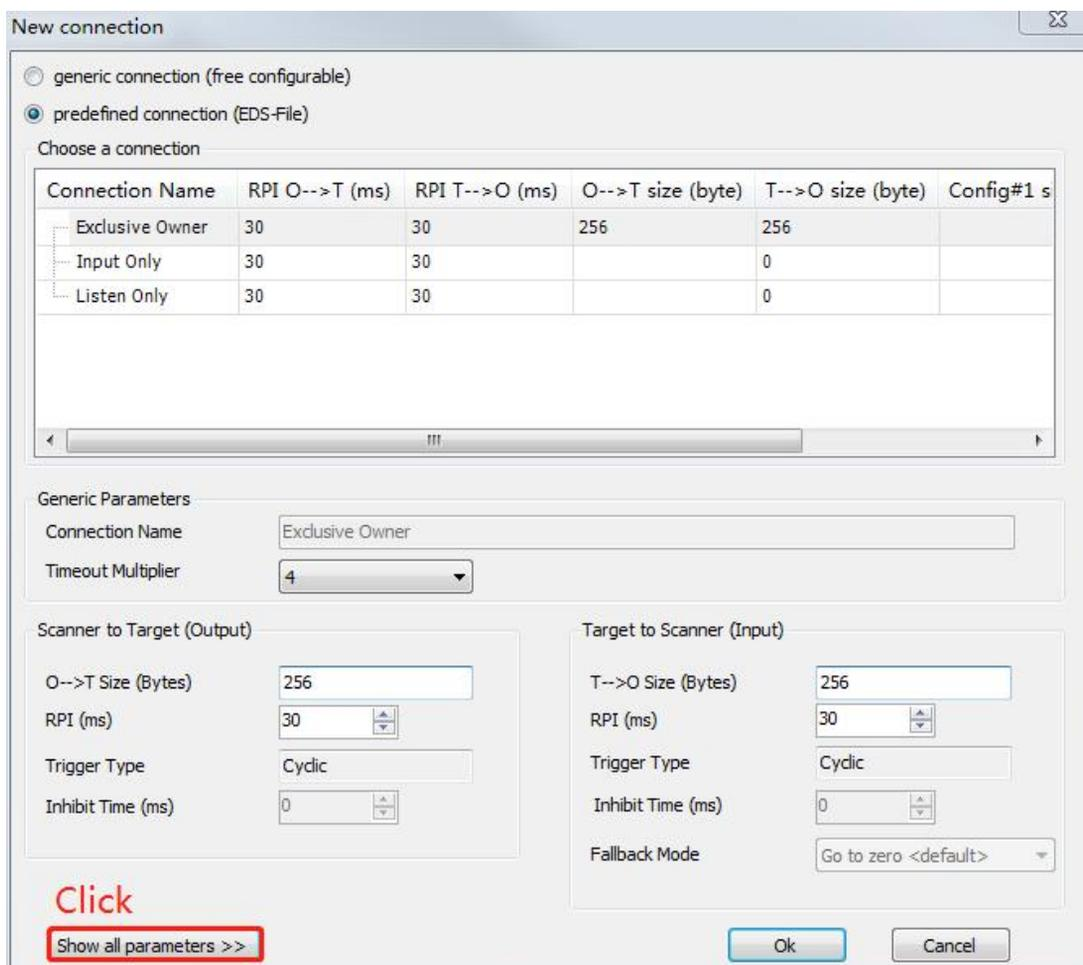

图 5-3-15
- 如图 5-3-15 所示，创建新连接后编辑连接，点击“显示所有参数”。